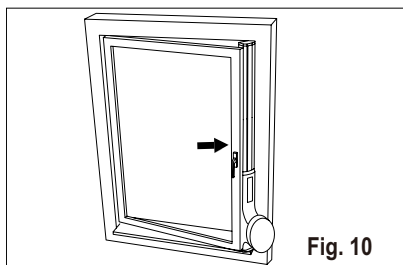

Fig. 10
2. Sæt vinduesglidesættet på vinduet. Justér længden af vinduesskydesættet efter vinduets højde (fig. 10).